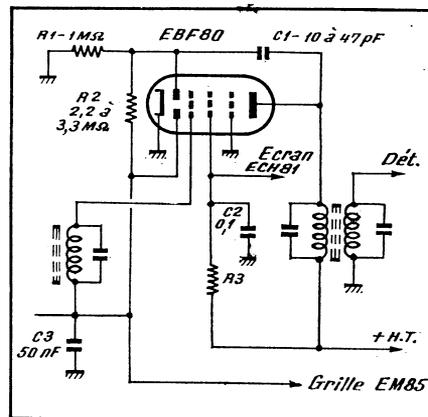
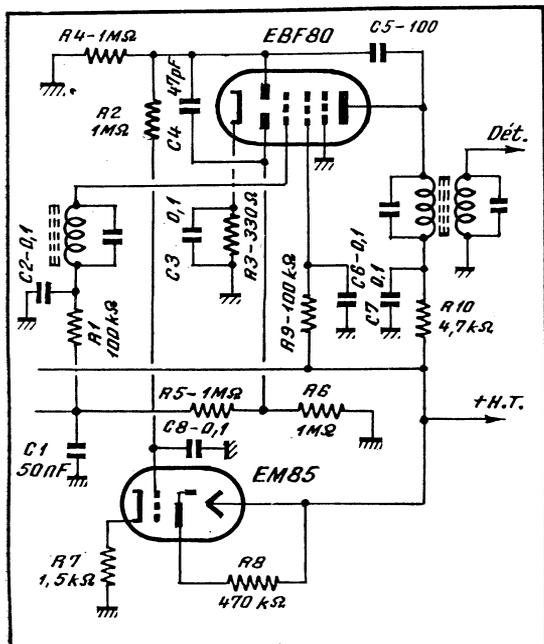

Fig. 2. — Montage modifié et simplifié, aboutissant au résultat sensiblement équivalent.
Fig. 1. — Le montage primitif, tel qu'il nous a été communiqué par notre lecteur. On remarquera l'abondance de résistances et de condensateurs.
3. — La EBF 80 est polarisée par la cathode, tandis que les deux résistances de charge de détection, R_4 et R_6 (fig. 1), sont ramenées à la masse. Cela crée automatiquement un retard à la détection, ce qui n'est pas grave pour la C.A.V. (qui devient retardée), mais plus ennuyeux pour l'indicateur d'accord, qui restera à peu près insensible aux signaux de faible et même de moyenne puissance. Si on tient absolument à conserver le montage de la figure 1, il vaut mieux ramener R_4 à la cathode.
4. — Si on supprime la polarisation par la cathode de la EBF 80, c'est-à-dire si on relie la cathode à la masse, une certaine tension négative apparaîtra au repos (sans signal) à la diode détectrice de C.A.V. Et si l'on utilise la deuxième diode comme le montre le schéma de la figure 2, on obtient à la ligne de C.A.V. une tension de repos encore plus négative, très sensiblement
6. — Il est parfaitement possible d'alimenter à l'aide d'une même résistance l'écran de la EBF 80 et celui de la changeuse de fréquence, ECH 81, par exemple. Si cette solution est adoptée, la résistance R_3 de la figure 2 sera de quelque 20 kΩ pour une haute tension de l'ordre de 250 V.
En résumé, nous proposons le montage de la figure 2, qui fonctionnera aussi bien que celui de la figure 1, et qui a l'avantage non négligeable de ne comporter que trois résistances et trois condensateurs, contre huit résistances et sept condensateurs pour celui de la figure 1.
Ajoutons que le schéma de la figure 2 a été adopté par un certain nombre de marques connues avec les valeurs suivantes :